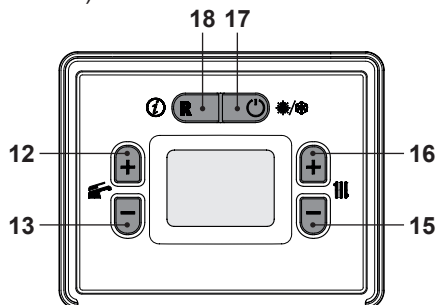
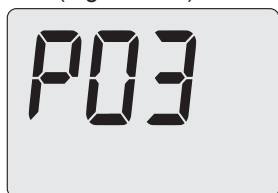
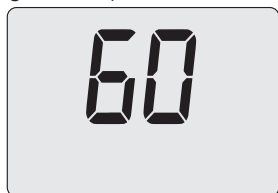

Figura 5.43
Figura 5.45
Figura 5.46
- Entrare in "modalità programmazione" premendo contemporaneamente per 5 secondi i tasti 17 e 18 (Figura 5.43). Sul display LCD appare il codice **P00**, indicante l'entrata nel "parametro P00" (Figura 5.44).
- Scorrere i vari parametri utilizzando i tasti 12 o 13 fino a far apparire sul display LCD codice **P03**, indicante l'entrata nel "parametro P03" (Figura 5.45).
- Premendo il tasto 16 (Figura 5.43) sul display LCD appare il valore del parametro P03 (Figura 5.46).
- Premendo il tasto 12 o 13 (Figura 5.43) si ottiene la conferma del valore inserito e si ritorna alla lista parametri (Figura 5.45).
- Premendo il tasto 17 (Figura 5.43) si esce dalla "modalità programmazione".